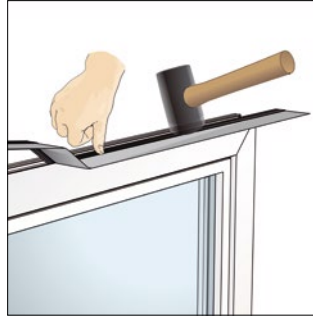

Bild 6: Geeignete Kederfolie in die äußeren Blendrahmen-Nuten einbringen
- Die Folie mit dem geeigneten Keder sorgfältig in die jeweils äußere Blendrahmen-Nut, ggf. mit Hilfe eines Gummihammers einbringen (Bild 6).